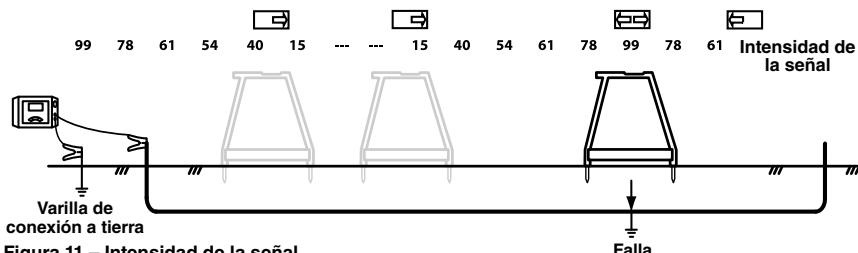

Figura 11 – Intensidad de la señal
4. Extraiga el receptor del suelo y tome varios pasos según indica la flecha direccional y los pitidos que oye a lo largo de la ruta del conductor. Vuelva a introducir las espigas del receptor en el suelo (*Figura 11*).